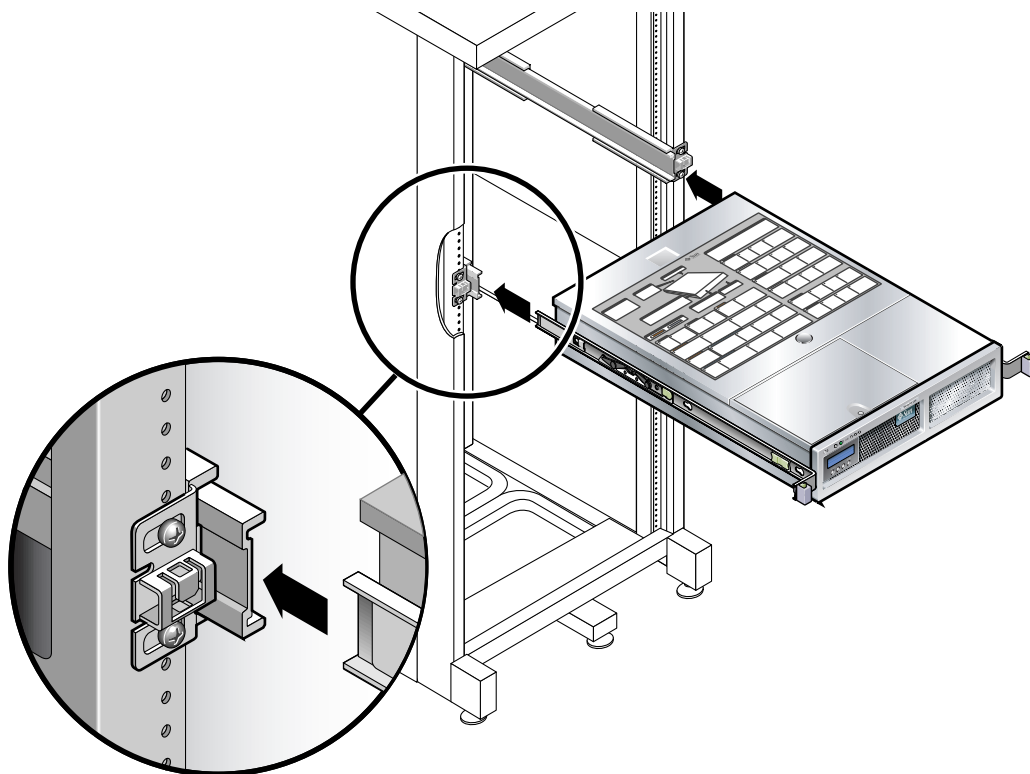

FIGURE 2-20 Montage du châssis sur les rails coulissants
10. Insérez les extrémités des supports de montage dans les rails coulissants (FIGURE 2-20).